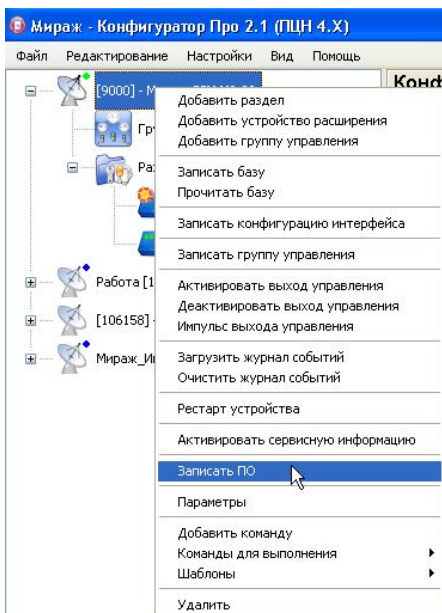

Рис.24 – Запись программного обеспечения модуля
**Внимание!** Выбираем **базовый раздел** правой клавишей, затем *Записать ПО*. Несмотря на то, что мы выбираем в меню базового раздела контроллера, запись будет производиться в модуль (рис.24)!